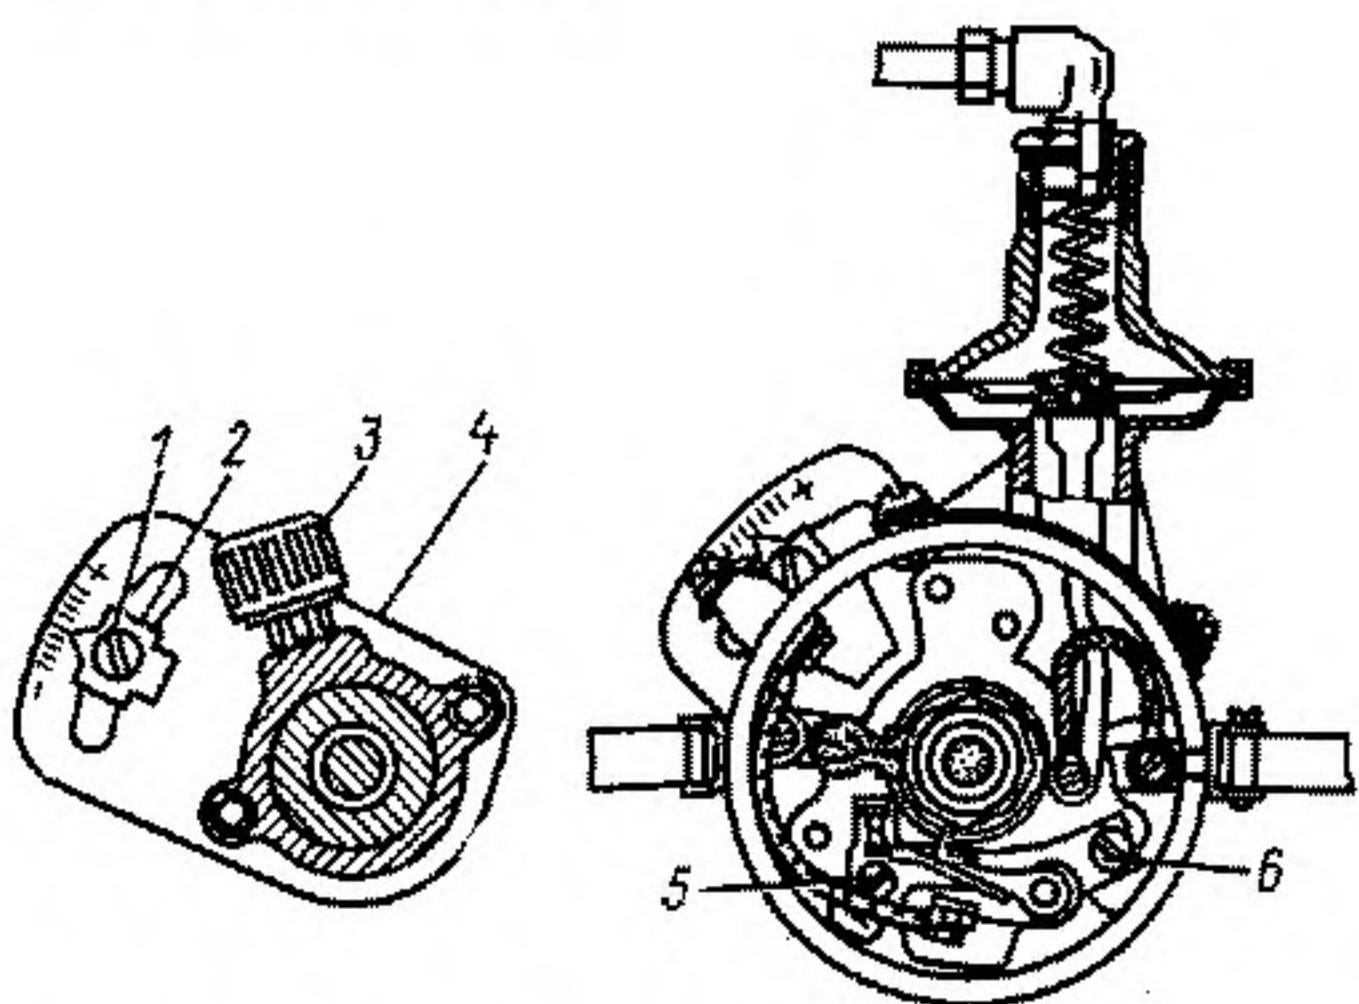

Рис. 32. Распределитель зажигания:
- Если зазор больше 0,4 мм или меньше 0,3 мм, ослабить винт 5 (рис. 32) крепления стойки неподвижного контакта и, вращая эксцентриковый винт 6, установить по щупу нормальный зазор.
6. Установить указатель 2 (рис. 32) октан-корректора в винт 1, в прорезь установочной пластины 4 распределителя. Повернуть корпус распределителя до совпадения указателя со средним делением октан-корректора и закрепить винтом 1.